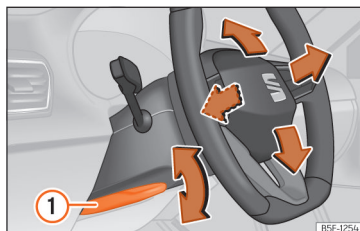

Abb. 5 Hebel auf der linken unteren Seite der Lenksäule.
- Ziehen Sie den Hebel »» Abb. 5 ① nach unten, bringen Sie das Lenkrad in die gewünschte Position und schieben Sie den Hebel wieder nach oben, bis er seine Verriegelungsposition erreicht.
- Den Hebel »» Abb. 5 ① nach dem Einstellen immer fest nach oben schwenken, damit das Lenkrad während der Fahrt nicht unbeabsichtigt seine Position verändert.